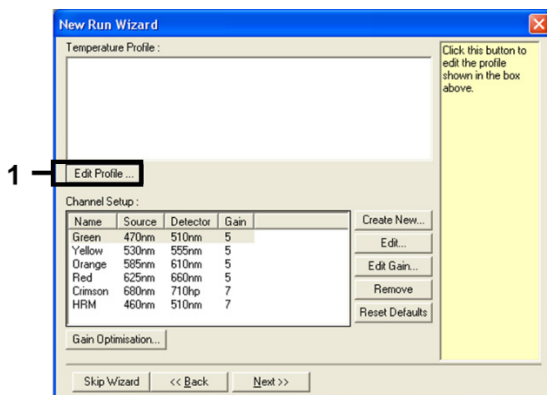

Figura 3. Edição do perfil.
- Clique em Edit Profile (Editar perfil) na caixa de diálogo "New Run Wizard" (Assistente de nova execução) (Figura 3) e configure os parâmetros de execução de acordo com os seguintes passos.